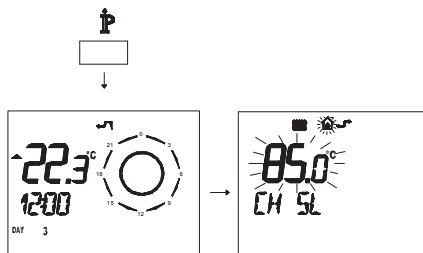

Figura 5.30
L'andamento della temperatura al variare dell'impostazione fatta con i tasti 14 e 15 con un $K 1,5$ è illustrato nella Figura 5.30.
- Premere per più di 3 secondi il pulsante P per entrare in modalità **INFO** (Figura 5.30).